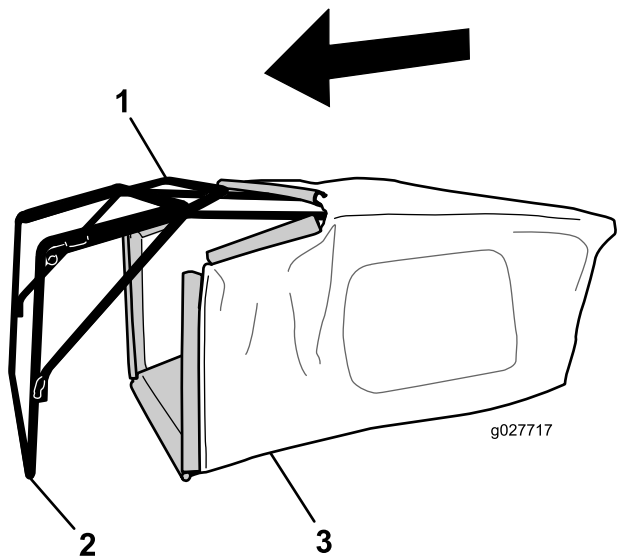

Рисунок 7
1. Установите мешок для сбора травы на раму, как показано на Рисунок 7.
Примечание: Не надевайте мешок на ручку (Рисунок 7).